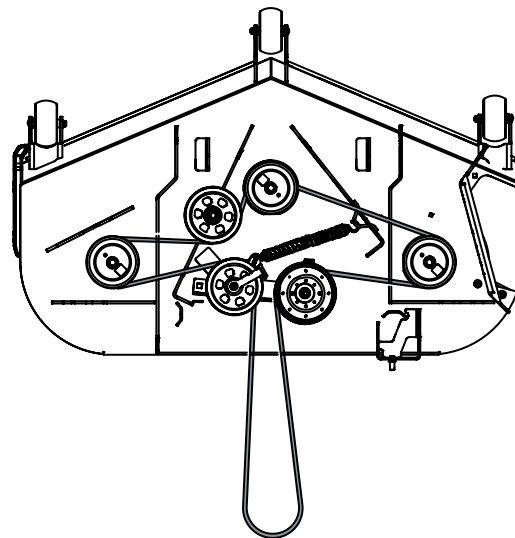

Figure 58
8. Placez la courroie comme indiqué à la Figure 58, puis serrez la quincaillerie du bras de renvoi.